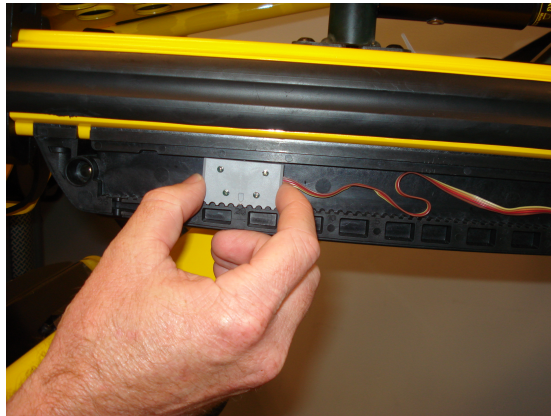

Figura 11 – Ajuste la altura del sensor izquierdo
3. Ajuste el sensor de altura izquierdo solo dentro de la carcasa del sensor (Figura 11):